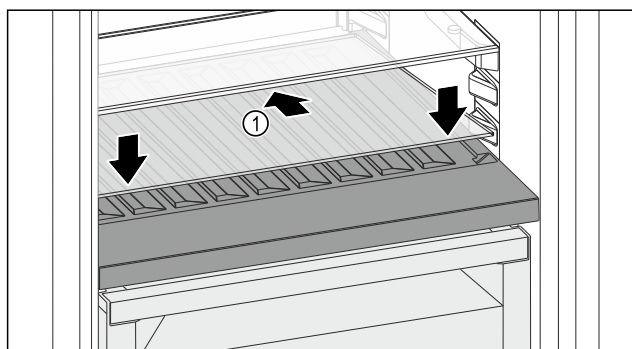

Fig. 126
- ▶ 向后下方倾斜放置玻璃隔板 Fig. 126 (1)。
- ▶ 放低玻璃隔板 Fig. 126 (1) 前部。